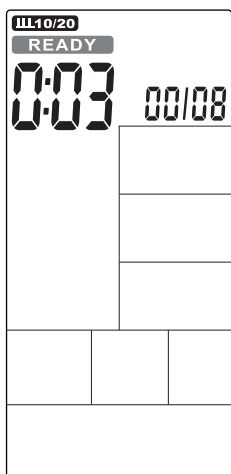

FIGURA 28
- O tempo entra em contagem regressiva de 3 a 0, em seguida, o console começará, enquanto um alerta sonoro soará uma vez por segundo e a palavra READY pisca uma vez por segundo, exibindo a contagem '00 / 08' (Figura 28).